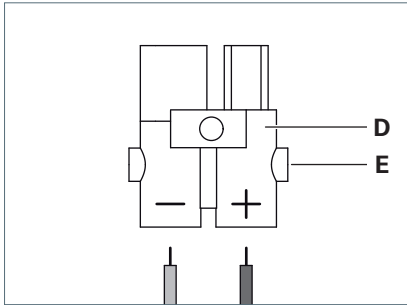

Fig. 4: Steckerbelegung.
- ▶ Lösen Sie die beiden Schrauben **E** von Stecker **D**, siehe Fig. 4.